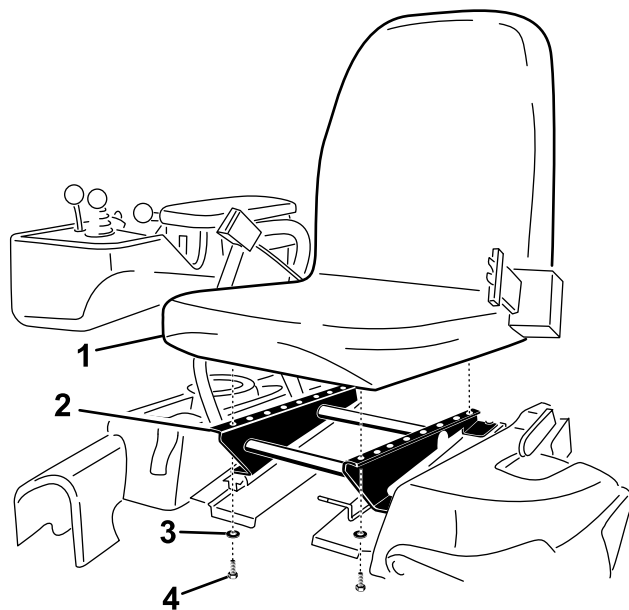

图4
3. 使用之前拆下的 4 个螺栓和垫圈将座椅固定到座椅底座上**图4**。